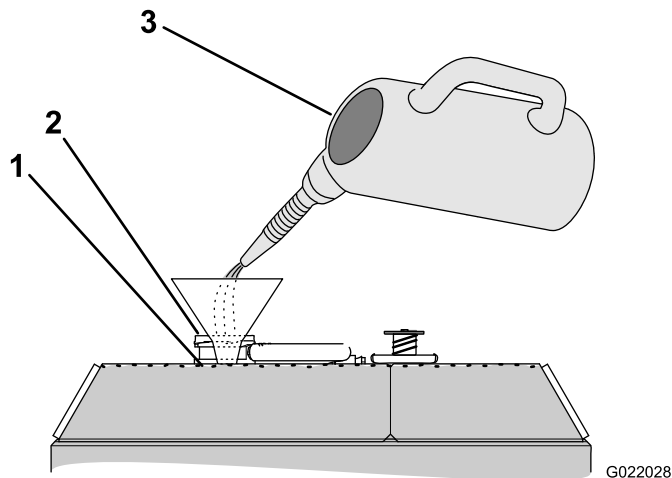

Figura 113
4. Llene el radiador de refrigerante hasta que el nivel de fluido llegue a la parte inferior del cuello de llenado (Figura 113).